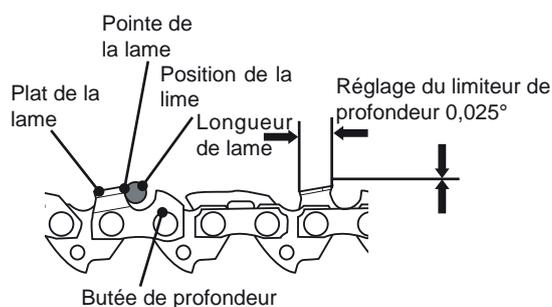

Fig. 57
- > Vérifiez la hauteur des limiteurs de profondeur à l'aide d'un instrument de mesure prévu à cet effet. Ces instruments de mesure sont disponibles dans la plupart des magasins d'outillage (Fig. 57).